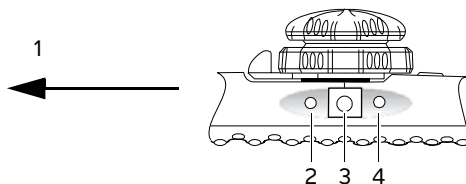

Abbildung 2-7 Bedienelemente der Abtastebenenrotation
Die Rotation der Abtastebene wird über einen Motor im Griff des Schallkopfs angetrieben, der mit Tasten am Griff gesteuert wird (siehe **Abbildung 2-7**).
- ❖ Biplanaren Knopf (mittleren Knopf) auf dem Griff des Schallkopfs drücken. Siehe **Abbildung 2-7**.
- 3 Die Steuerknöpfe der Abtastebene am Griff drücken, um die Abtastebene gegen den Uhrzeigersinn (0° bis 180°) und im Uhrzeigersinn (180° bis 0°) zu drehen. Siehe **Abbildung 2-7**.